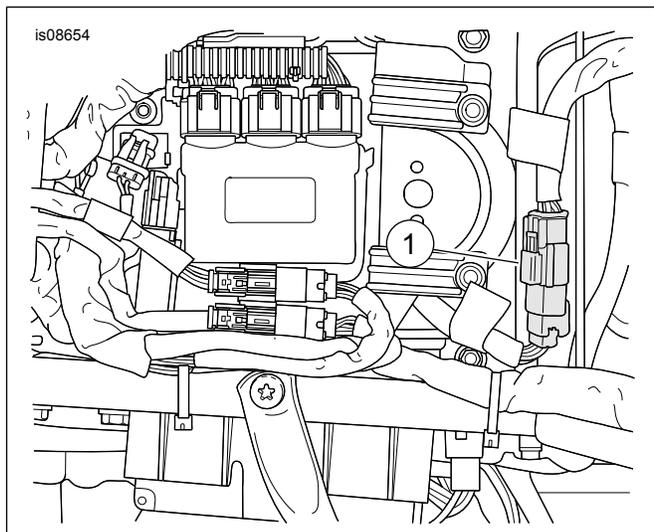

Figure 3. Connecteur du feu de marche/stop [7A]
16. Voir Figure 3. Déconnecter le connecteur de faisceau [7A] (1). Brancher le faisceau de connexion volante au connecteur (1). Brancher le connecteur d'origine au connecteur de faisceau de connexion volante.